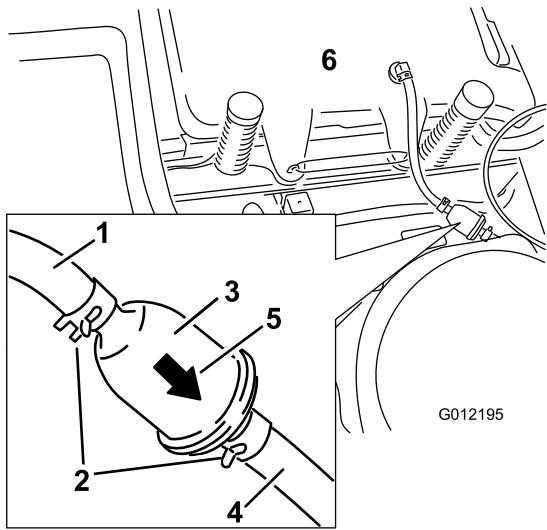

Bild 36
4. Drücken Sie die Enden der Schlauchklemmen zusammen und schieben Sie sie vom Filter weg (Bild 36).
6. Setzen Sie einen neuen Filter ein. Der Pfeil für die Flussrichtung muss vom Kraftstofftank zum Motor zeigen. Schieben Sie die Schlauchklemmen eng an den Filter (Bild 36), um ihn zu befestigen.